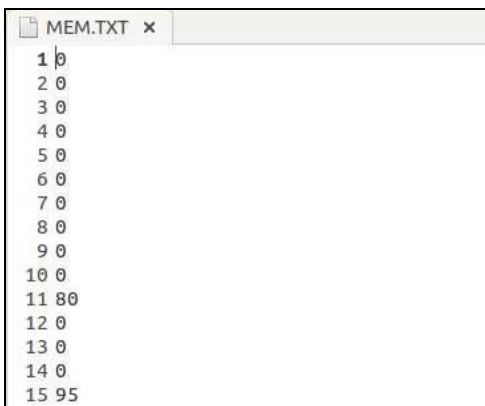

Figura 2 - Arquivo de registro da memória.
Nesta etapa utilizamos um array de bytes para simular a memória, com capacidade para 511 bytes, que corresponde ao valor de endereço máximo armazenado no registrador (255) somado com o valor máximo da constante de alinhamento da memória (255). Além disso um arquivo “MEM.txt” armazenado em um cartão SD é responsável por registrar as operações na memória e possibilita o acompanhamento dos dados que foram salvos na memória, como pode ser visualizado na Figura 2.